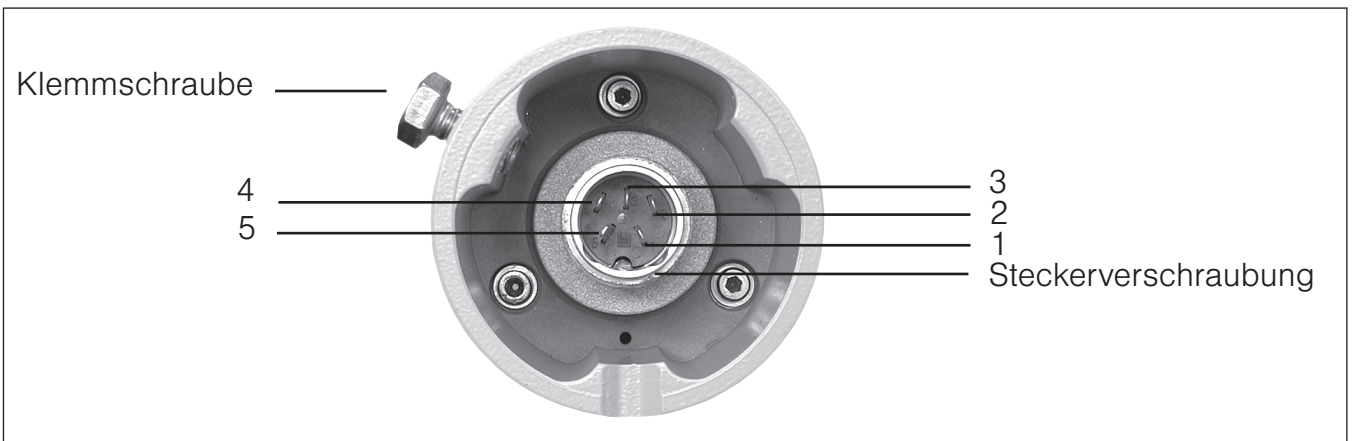

Abb. 4 Ansicht von unten: Kontakt Kennzeichnung
- Befestigen Sie den Messwertgeber mit den Klemmschrauben (Abb. 4) auf dem Standrohr.